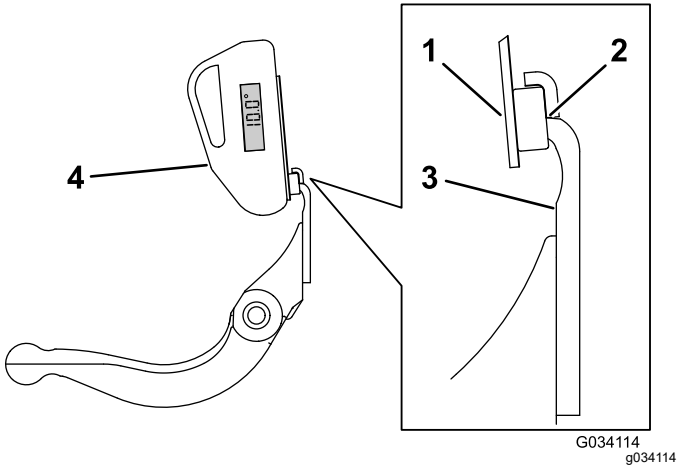

图 20
4. 如 图 20所示将角度指示器放置到底座上。
- 3. 将角度指示器底座放在底刀边缘上以使磁体边缘与底刀边缘紧密配合 图 20。